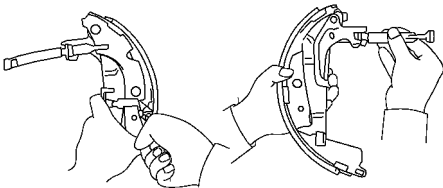

图 15-94 从前制动蹄上拆下调整器
(4) 从前制动蹄上拆下调整器。拆下调整杆弹簧和调整器，并从调整器上拆下回位弹簧，如图 15-94 所示。